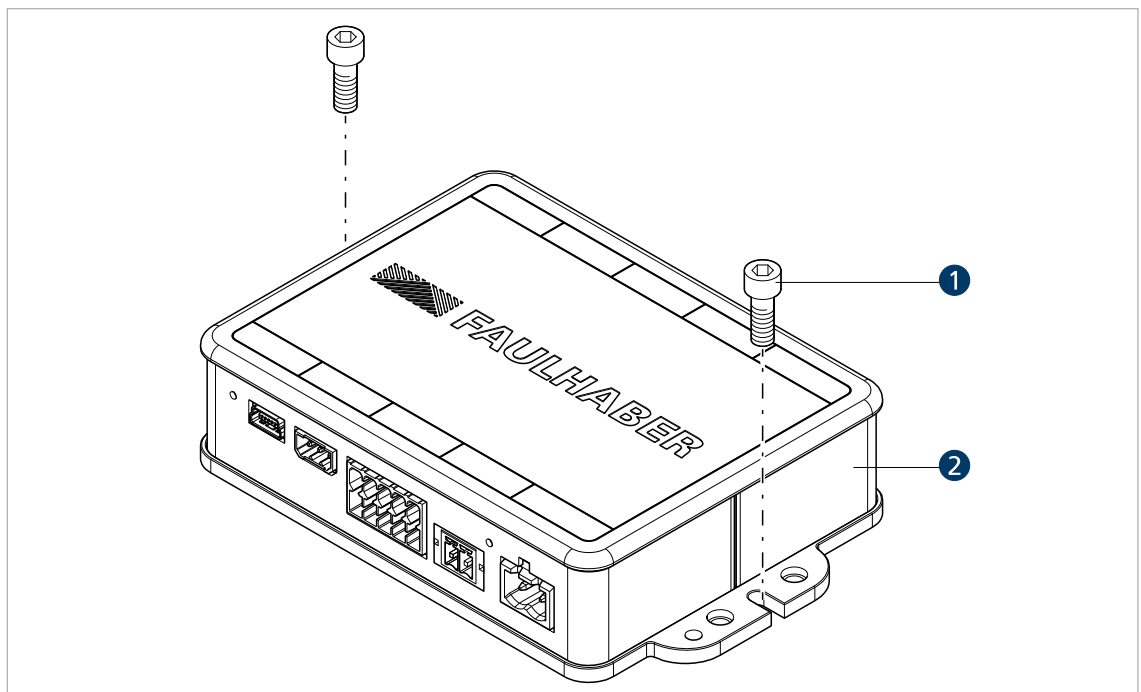

图 7: 通过耳板固定
- ▶ 按照图 7 示意，使用螺钉 (1) 通过驱动器 (2) 的耳板进行固定。